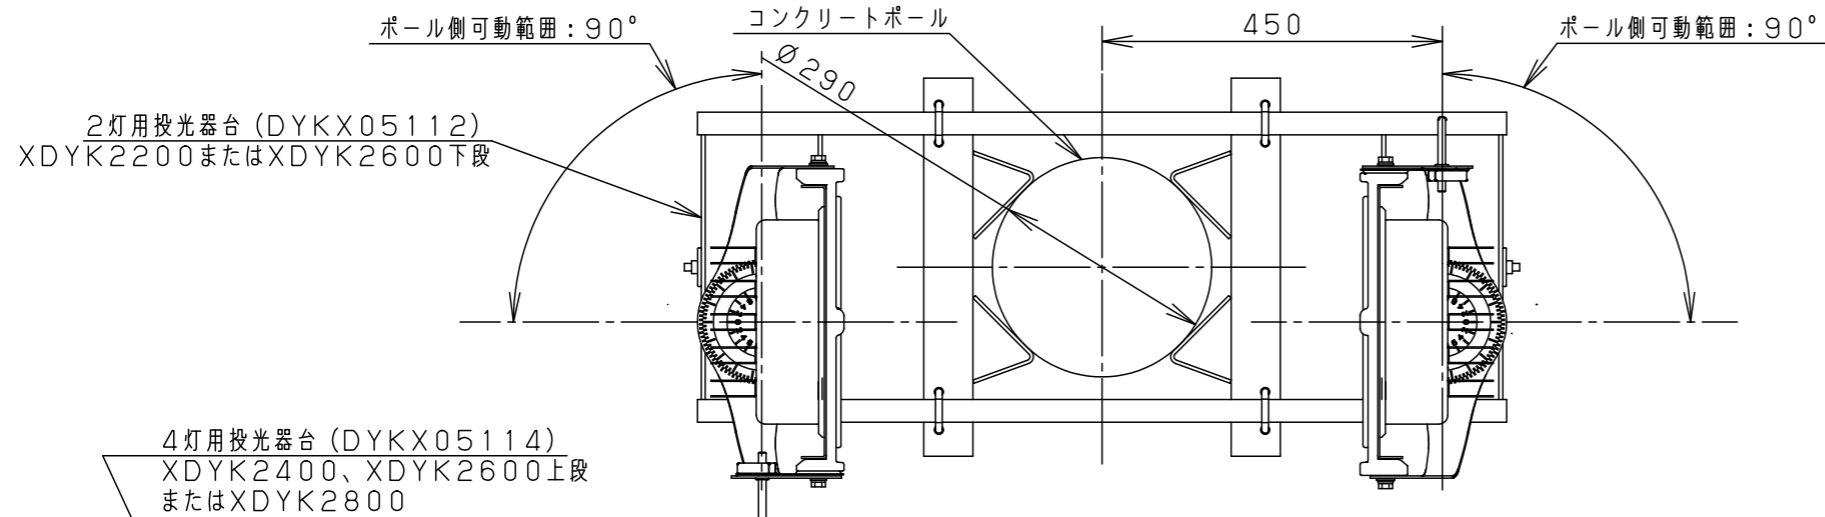

図1. 2灯用投光器台 (DYKX05112) に取付時の注意事項
- 水平面・壁面（上下）・傾斜面及び天井面に取り付け可能です。但し、壁面（上下）・傾斜面取り付けの場合、横向き設置はしない。（図1参照）屋外の雨がかかる場所で使用する時は、フィルタ側を水平向きに設置しない。浸水による感電・火災の原因となります。（フィルタ位置は図2参照）